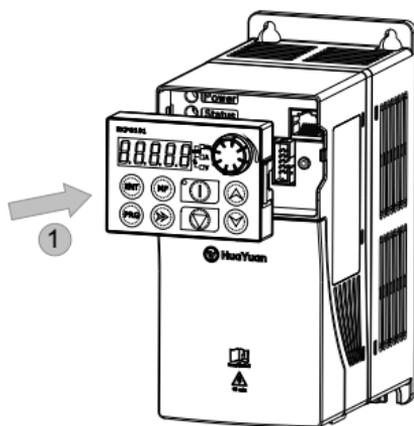

图 2-6 键盘的安装
- ◆ 安装键盘，如下图 2-6：将键盘平齐放入键盘槽，朝方向 1 按压键盘至听到“咔嚓”声响齐平于机器前表面即可。